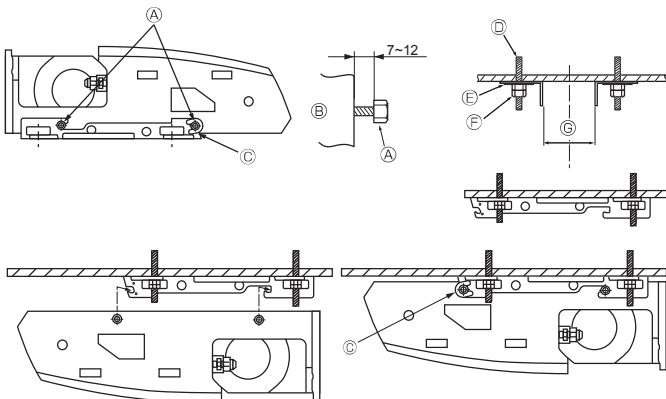

Fig. 3-6
**2) ก่อนอื่นติดตั้งขอบเกี่ยวสำหรับแขวนที่เพดาน (Fig. 3-6)**